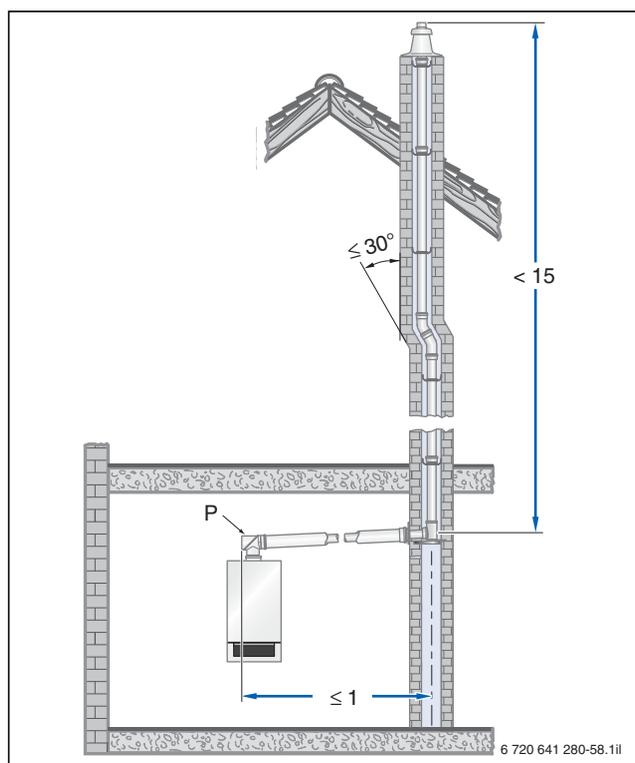
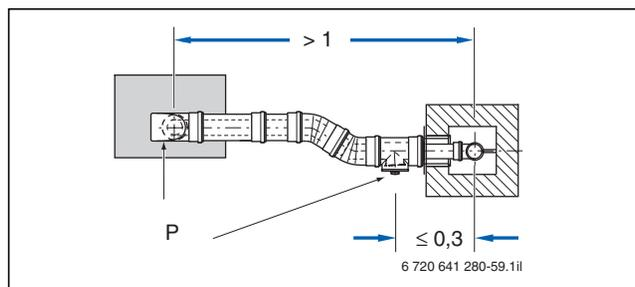

Bild 147 Beispiel zur Anordnung der Prüföffnung (P) bei einer waagerechten Abgasleitung ohne Umlenkung im Aufstellraum (Maße in m)
Bild 148 Beispiel zur Anordnung der Prüföffnungen (P) bei einer waagerechten Abgasleitung mit Umlenkung im Aufstellraum – Draufsicht (Maße in m)
Gemäß DIN 18160-1 und DIN 18160-5 müssen Abgasanlagen für raumluftunabhängigen Betrieb leicht und sicher zu überprüfen und ggf. zu reinigen sein. Hierzu sind Prüföffnungen einzuplanen (→ Bild 147 und Bild 148).
- An der Stirnseite im geraden, waagerechten Abschnitt der Abgasleitung höchstens 1 m von der Umlenkung in den senkrechten Abschnitt entfernt, sofern sich dazwischen keine Umlenkung befindet (→ Bild 147) **oder**
- Seitlich im waagerechten Abschnitt der Abgasleitung höchstens 30 cm von der Umlenkung in den senkrechten Abschnitt entfernt (→ Bild 148).
- Die untere Prüföffnung nach DIN 18160-1 und 18160-5 ausgeführt ist (→ Bild 147 und Bild 148).